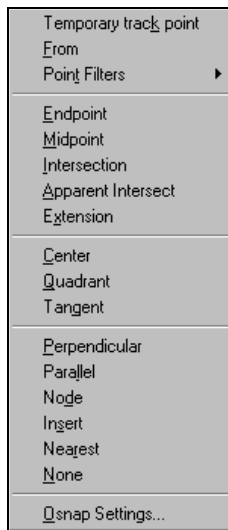

Рис. 1.15. Контекстное меню разовой привязки
2. Выбрать из появившегося контекстного меню (рис. 1.15) нужный способ привязки.